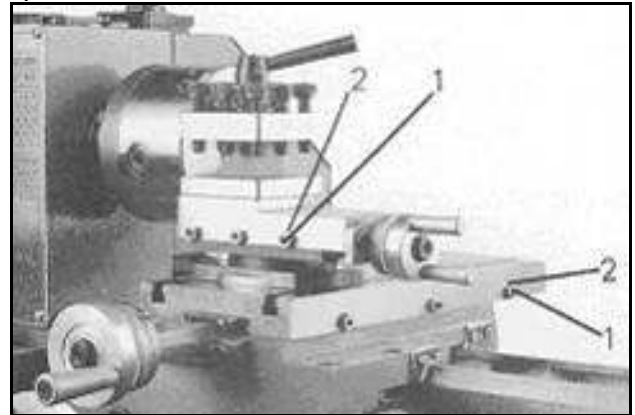

Рис. 28
Оба суппорта оборудованы регулировочными планками и могут быть установлены посредством винтов (1, *Рис.28*) и контргаяк (2) без зазора.